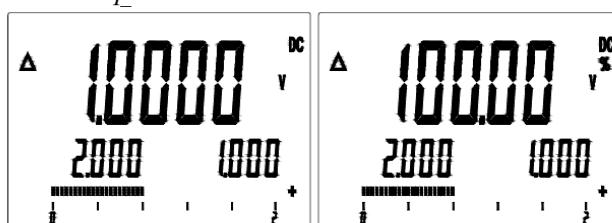

Рис. 9. Отображение ЖКИ в функции **REL** (Относит. измерения)
- Нажать однократно **REL** для выбора режима относительных измерений/ Relative. Прибор не может перейти в режим относит. Измерений пока на дисплее будет текущее показание **OL** (перегрузка). Мультиметр переходит в ручной выбор диапазона в случае включения режима REL. Опорное значение (Ref) появится на втором вспомогательном экране. Новое измерение параметра будет отображаться на первом вспомогательном экране. Абсолютная разница между эталонным и новым измерением отображается на главном индикаторе (см. рис. 9).